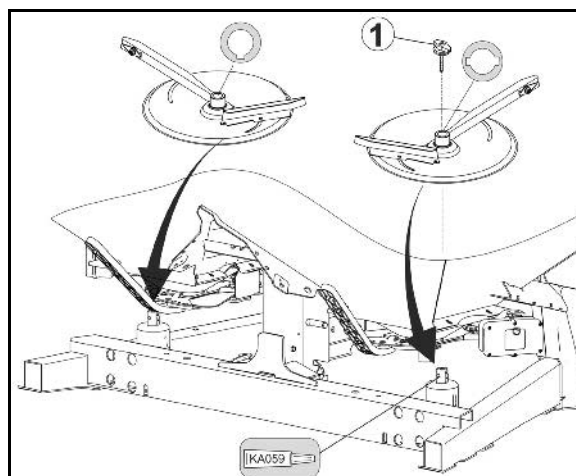

Fig. 42
1. Fjern vingemøtrikken (Fig. 42/1).